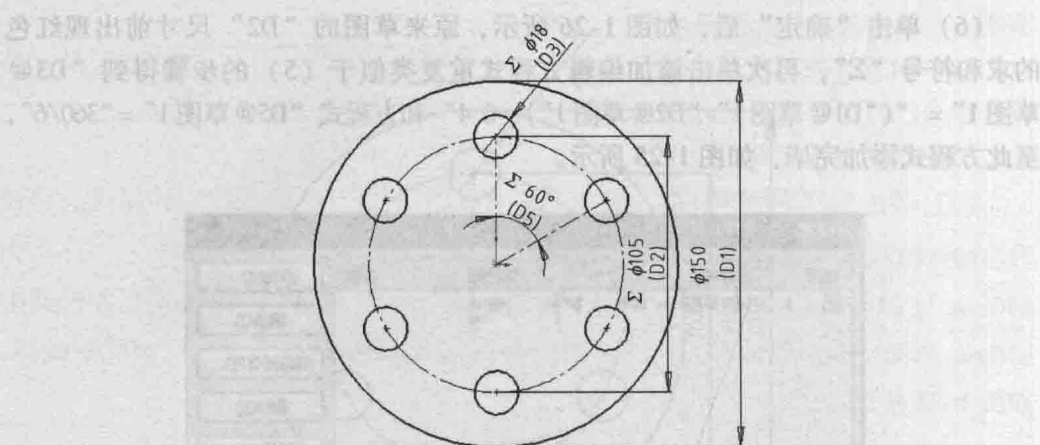

图 1-28 改变“D1”后“D2 和 D3”变化结果图
(8) 最后得到“D1”=150mm时“D2”=105mm,“D3”=18mm,它们的尺寸是按照我们添加的方程式关系变化的,而孔的位置也按设计要求变化,结果如图1-28所示。